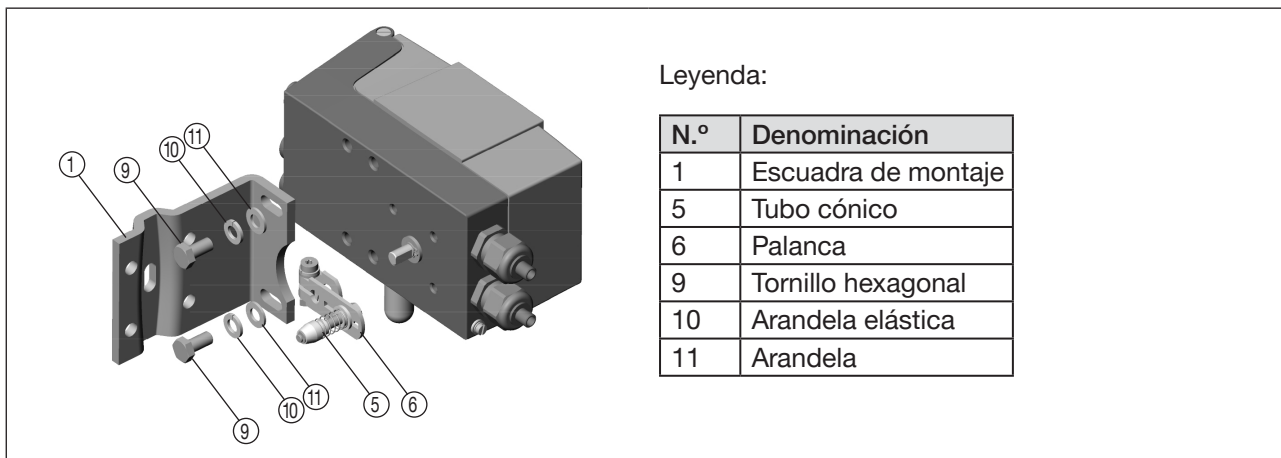

Imagen 19: Fije la escuadra de montaje al SideControl modelo 8635
→ Fije la escuadra de montaje ① a la parte trasera del SideControl modelo 8635 (consulte «Imagen 19») con los tornillos hexagonales ②, las arandelas elásticas ⑩ y las arandelas ⑪.